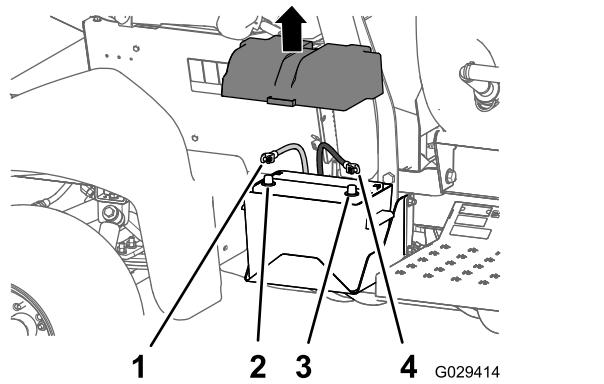

Bild 3
- Nehmen Sie die Batterieabdeckung ab und trennen das Minuskabel (schwarz) vom Batteriepol ab (Bild 2 und Bild 3).
2. Klemmen Sie das Pluskabel (Rot) vom Batteriepol ab (Bild 3).